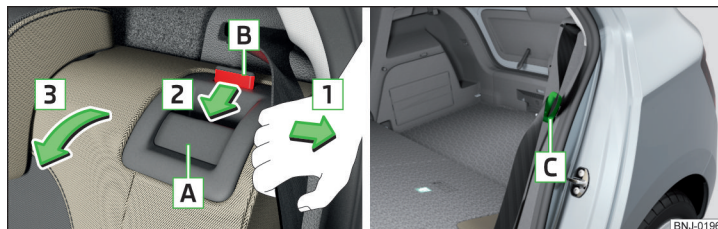

Bild 65 Fälla fram ryggstöd/säkerhetsbältets beredskapsläge
- Dra det yttre säkerhetsbältet mot sidopanelen i pilens riktning 1 » bild 65.
Låstungen till de yttre säkerhetsbältena **C** » bild 65 kan stickas in i sidobeklädnaden.